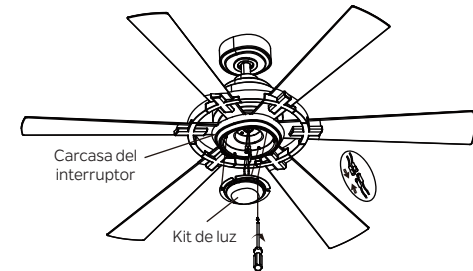

Figura 22
**Paso 2.** Sostenga el kit de luz cerca de la carcasa del interruptor y conecte los cables BLANCOS del kit de luz y el ventilador juntando los conectores. Siga el mismo procedimiento con los cables NEGROS. (Figura 22)
**Paso 3.** Introduzca las conexiones cuidadosamente en el kit de luz. Coloque los dos orificios de la ranura del kit de luz sobre los dos (2) tornillos que se aflojaron previamente de la carcasa del interruptor. Gire el kit de luz hasta que encaje en su lugar en el extremo estrecho de los orificios de llave. Apriete firmemente los dos (2) tornillos que aflojó anteriormente y el que quitó anteriormente. (Figura 22)